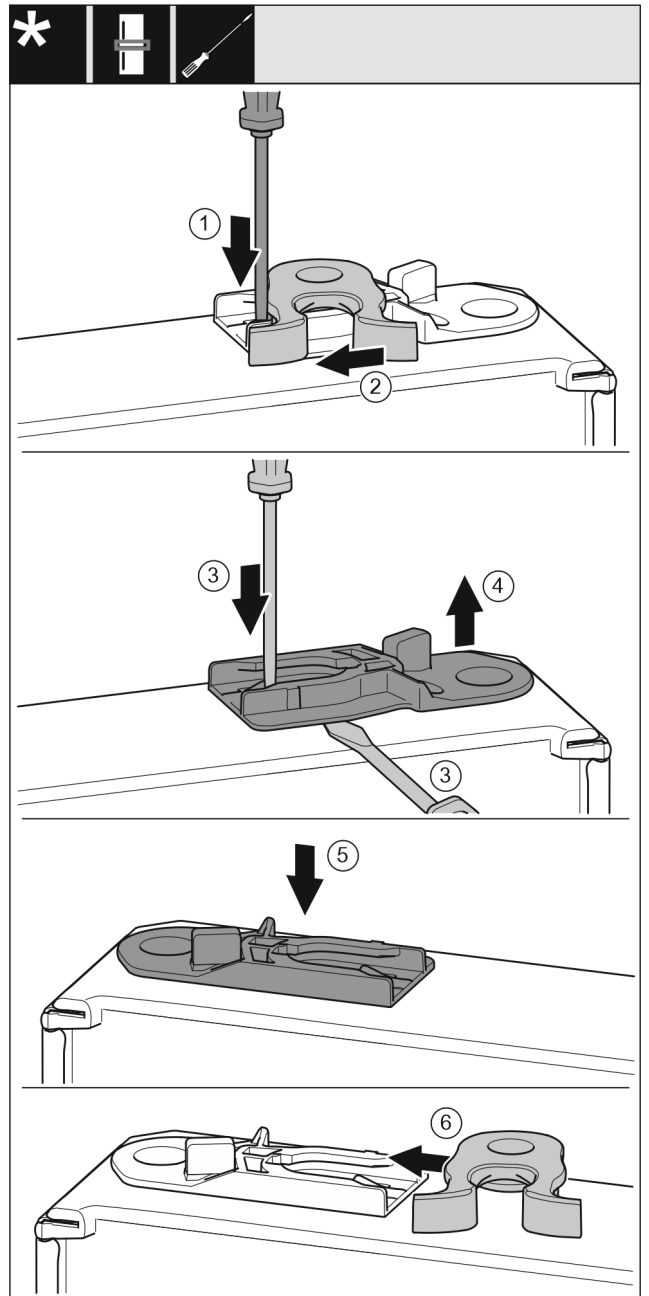

Fig. 20
- 用带槽螺丝刀向下按住接片 Fig. 20 (1)。
- 将锁钩 Fig. 20 (2)从导向装置拉出。
- 拉出导向轴套 Fig. 20 (3, 4)：用带槽螺丝刀按住接片的同时将带槽螺丝刀移动到导向轴套下方。
- 将供货时附带的导向轴套 Fig. 20 (5)插入外壳的另一侧。
- 将锁钩 Fig. 20 (6)推入导向装置。